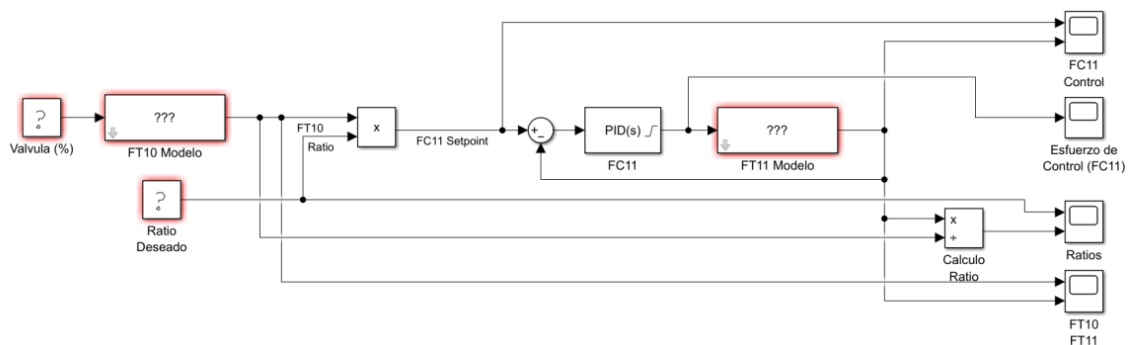

Figura 1: Diagrama de bloques en Simulink del control de ratio de flujo.
- 1) Simule un **control de ratio de flujo** para los flujos **FT10** y **FT11** en **Simulink**, de modo que el diagrama de bloques tenga una estructura similar a la mostrada en la **Figura 1**. Para ello, realice lo siguiente: